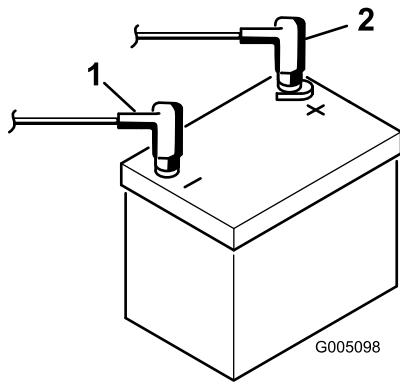

図 6
2. スタータからの赤い（+）ケーブルを（+）端子に固定する（図 6）。レンチで締め付けて固定し、ワセリンを塗布する。ケーブルが擦れて磨耗するような配線はさける。座席の最後部でケーブルを傷つけることがあるので特に注意すること。